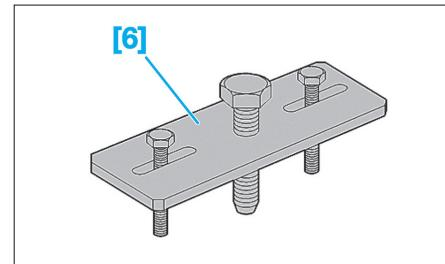

Fig. 7
- [6] Extracteur de poulie (réf : 0188.P) (**Fig.7**).